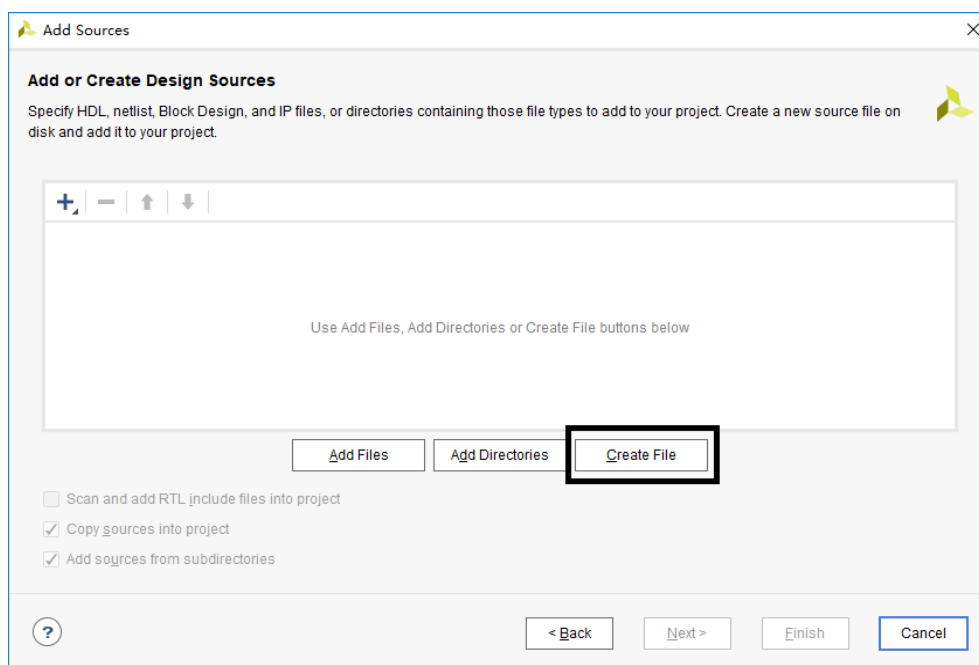

图 1-10 Add or Create Design Sources 窗口
(3). 进入 Add or Create Design Sources 窗口，如图 1-10 所示。如果已经存在 HDL 设计文件，则单击 Add File 按钮进行添加；否则单击 Create File 按钮。现在单击 Create File 按钮创建新的设计源文件。